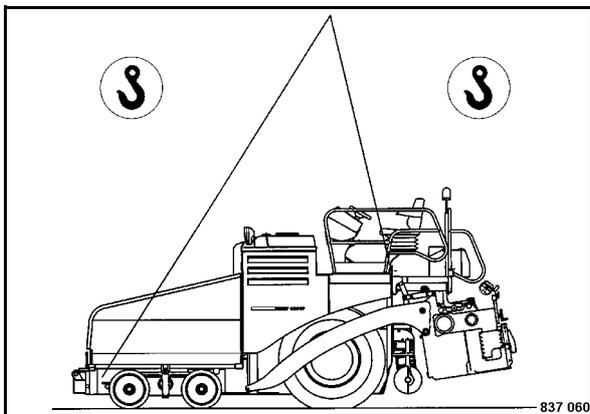
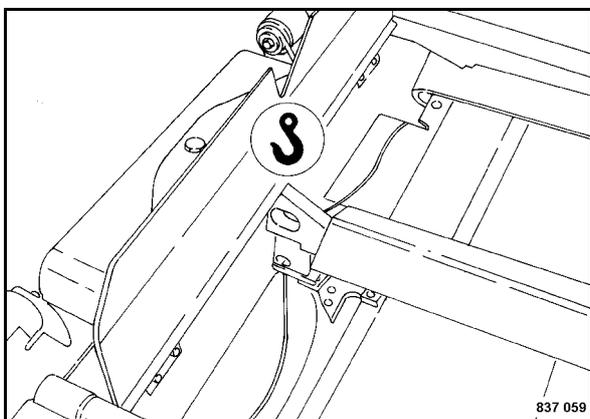

Fig. 136
Fig. 137
- Per il sollevamento utilizzare solo gli appositi occhielli contrassegnati (Fig. 136) e (Fig. 137)